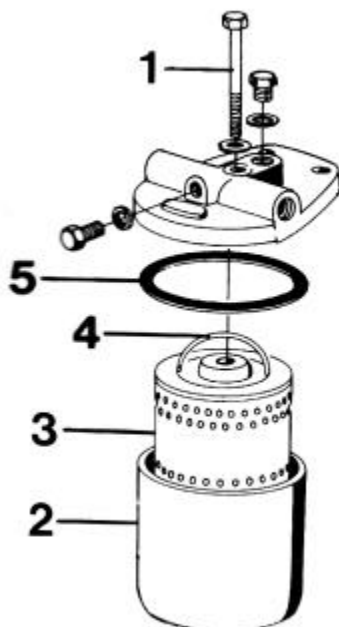

Bild 2.13, finfiltrets delar
Se bilderna 2.11, 2.12 och 2.13. Var beredd på bränslespill. Ett tips är att sätta en plastpåse runt hela metallkoppens för att fånga upp dieseloljan. Lossa centrumskruven och lyft ner filterbehållaren försiktigt (full med bränsle). Ta ur insatsen och kassera den. Rengör botten på skålen. Sätt i en ny filterinsats. Det är lite pillrigt att få fast packningen (bild 2.13 nr 5). Just denna packning är en notorisk felkälla så här gäller det att vara noga så att det inte läcker. Packningen ska nämligen in i en skåra på undersidan av hållaren. Ett tips är att **fetta in gummipackningen** (5) och tryck upp den in i skåran på hållarens undersida. Tryck därefter upp behållaren (2) underifrån in i hållarens spår och dra ihop filtret med bulten (1). Lufta bränslesystemet före start.